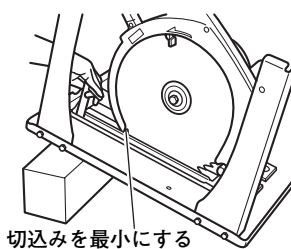

図 3
- (1) 切込み最小の位置にし、テーブルの下側に高さ10cm程度の台をおきます。
- (2) テーブルの裏側に4本のネジが出ており、このネジにあるナット、スプリングワッシャ、ワッシャを一度はずし、ネジを丸のこ本体のベースにある穴に通してナットを締めます。(図3、4)